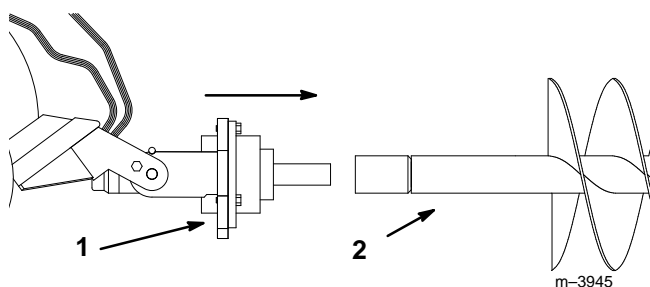

Figure 6
6. Manoeuvrer pour insérer l'arbre d'entraînement dans l'extrémité de l'arbre de tarière ou de la rallonge éventuelle (Fig. 6).